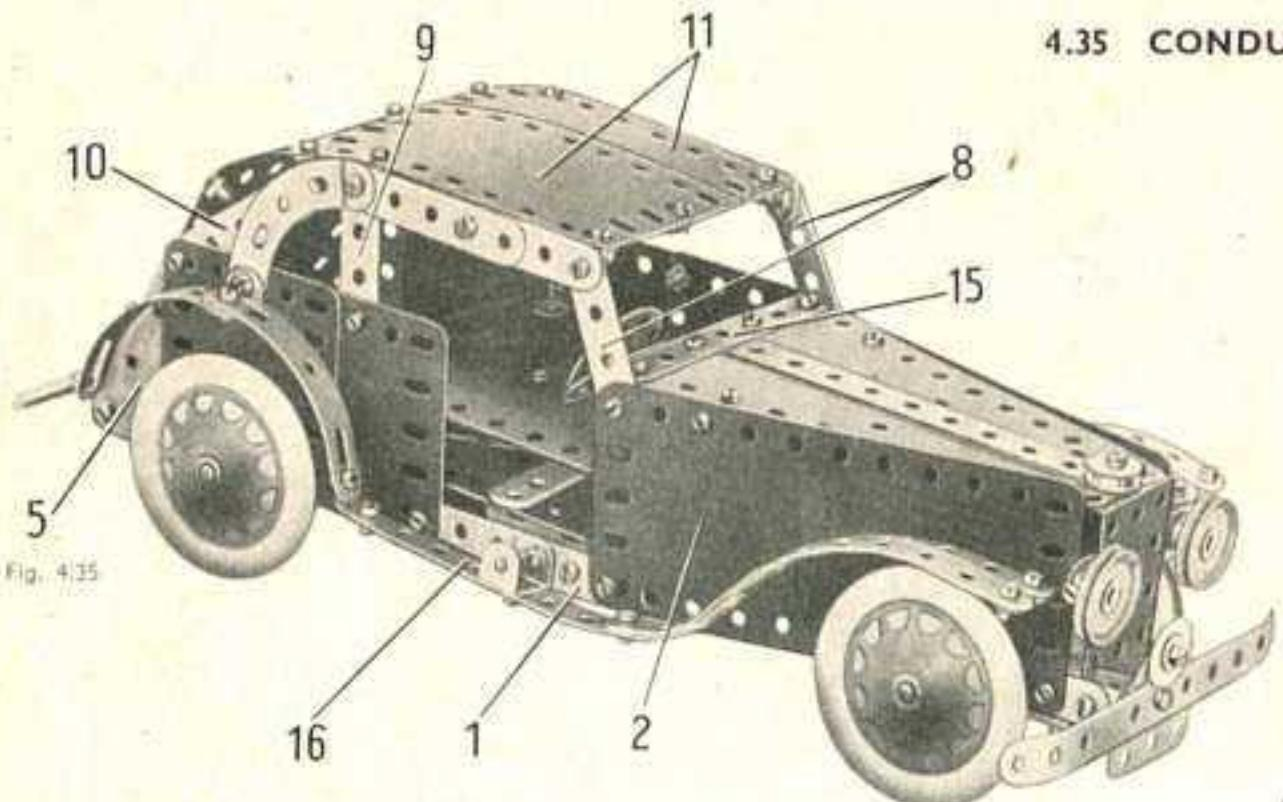

Fig. 4.35
L'autre côté est formé par une plaque flexible de 14 × 6 cm. (2), deux plaques cintrées de 43 mm. préalablement aplatie et une plaque flexible triangulaire de 6 × 4 cm. (5). Un intervalle est laissé entre les plaques pour le passage du levier du moteur (fig. 4.35).